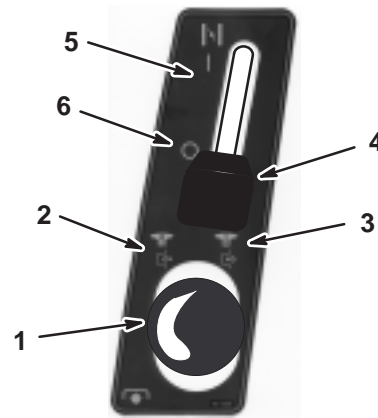
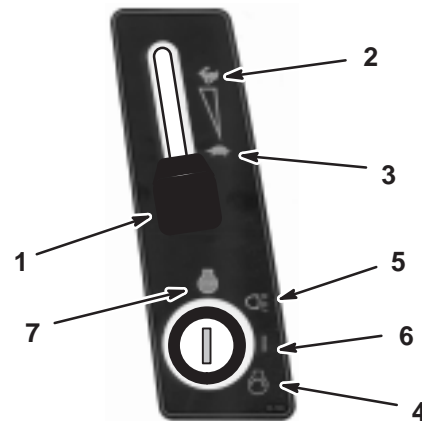

Bild 10
Bild 11
4. Kuppeln Sie die Zapfwelle aus (Bild 10).
5. Stellen Sie den Chokehebel beim Anlassen eines kalten Motors auf die Ein-Stellung (Bild 10).
6. Stellen Sie den Gashebel auf Langsam (Bild 11).
7. Drehen Sie den Zündschlüssel im Uhrzeigersinn und halten ihn auf Start (Bild 11). Lassen Sie den Schlüssel sofort los, wenn der Motor anspringt.
8. Stellen Sie nach dem Motorstart den Chokehebel langsam auf die Aus-Stellung (Bild 10) und den Gashebel auf Schnell (Bild 11).
1. Stellen Sie den Gashebel auf Langsam (Bild 11).
2. Drehen Sie den Zündschlüssel auf Aus (Bild 11).